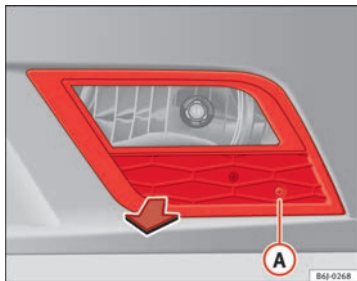

Abb. 158 Nebelscheinwerfer
- Entfernen Sie die Schraube → Abb. 158 **A** mit einem Schraubendreher aus dem Gitter des Nebelscheinwerfers.